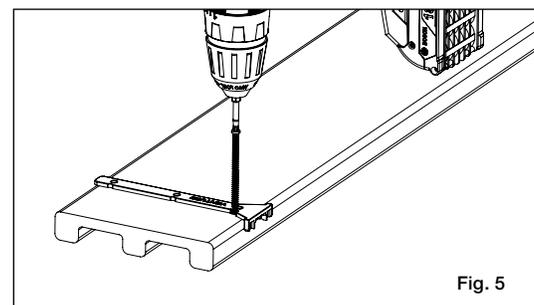

Fig. 5
A) Pour toutes les fixations de platelage, il est recommandé d'utiliser un outil de repérage pour s'assurer que les vis sont placées avec précision dans la zone la plus épaisse du platelage (fig. 5). Vous pouvez soit marquer l'emplacement à l'aide de l'outil de repérage, soit utiliser les encoches sur le côté de l'outil pour prépercer les trous pour les vis. Pour plus de renseignements et d'instructions sur l'utilisation de l'outil de repérage, veuillez consulter notre site au [www.Deckorators/locatortool.com](http://www.Deckorators/locatortool.com).